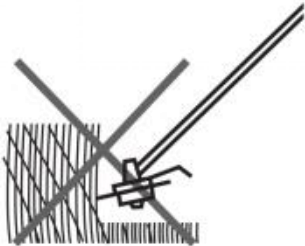

Fig. 46
7. Coupez l'herbe plus longue par étapes ; ne coupez pas l'herbe longue en une seule fois (Fig. 46).